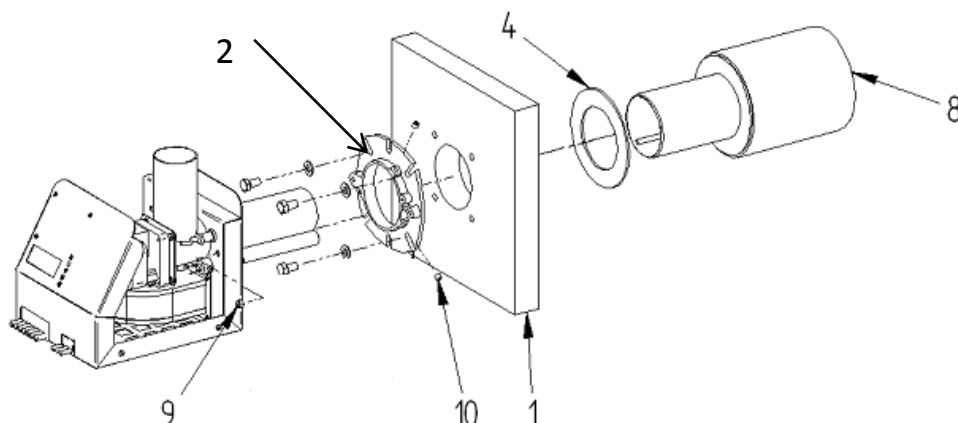

Рисунок 9
3. Прикрепите фланец (2) горелки к дверце котла (1). Рисунок 9. Убедитесь, что отверстие фланца и отверстие дверцы котла совпадают.
4. Прикрепите камеру сгорания (8) к дверце котла (1). Для этого нужно положить керамическое уплотнение (4) на сужающуюся сторону камеры сгорания, а затем просунуть камеру через дверцу котла (1) таким образом, чтобы задняя стенка камеры сгорания упиралась на дверцу котла. Закрепите камеру сгорания (8) двумя зажимными винтами (10) к фланцу.